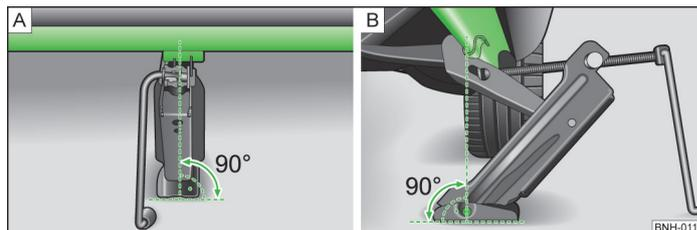

Fig. 152 Colocar el gato
- Fijar el gato de modo que la garra abarque el alma vertical **»** fig. 152 - [B].
- Apoyar la placa de base del gato con toda la superficie en un suelo recto y asegurarse de que el gato se encuentra en posición vertical respecto a la posición en la que la garra abarca el alma **»** fig. 152 - [A].